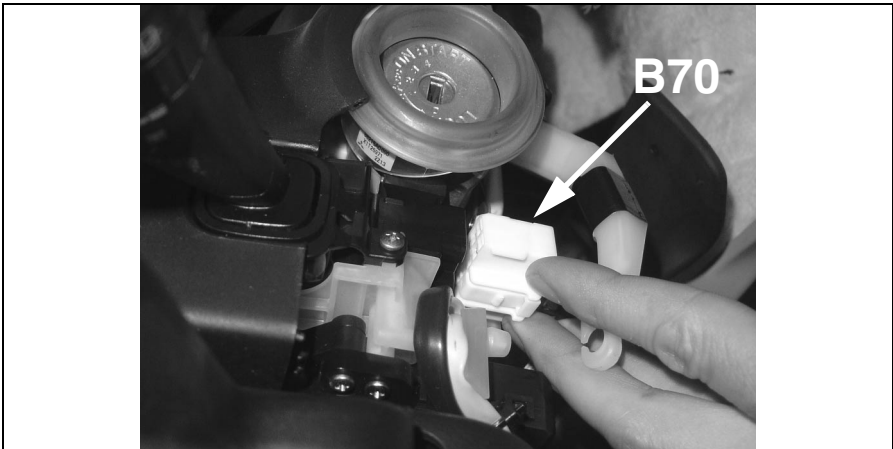

Abb. 8: elektrischer Anschluss
- Entfernen Sie einen Teil der Isolierung vom Kabelstrang, der rechts in dem Stecker B70 (siehe Pfeil, Abb. 8) endet.